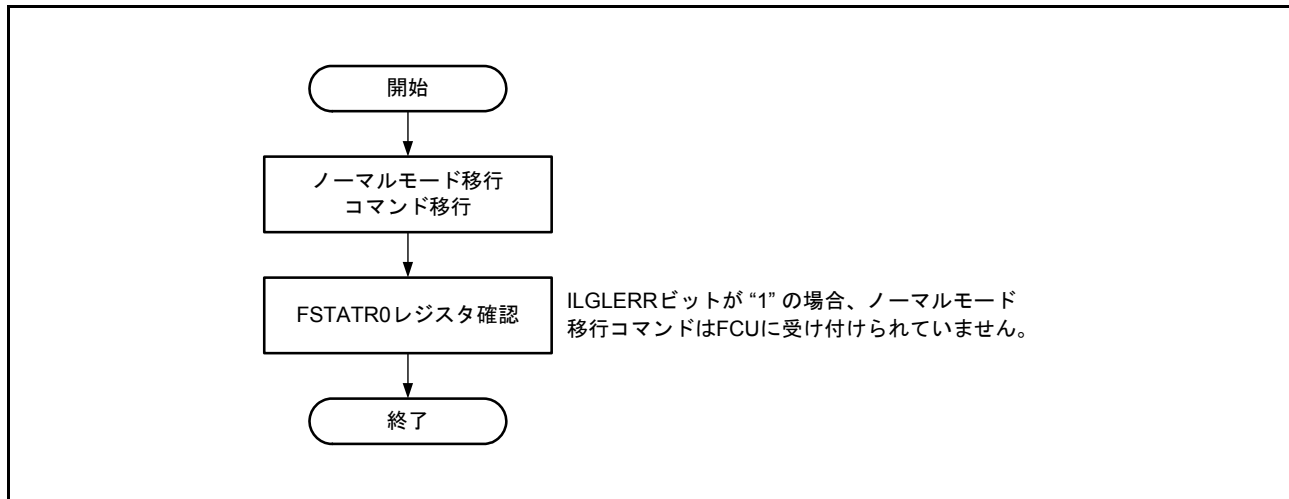

図 24.17 ROM P/E ノーマルモード移行コマンド使用方法
(4) ROM P/E ノーマルモード移行コマンド使用方法
ROM P/E ノーマルモードへの移行方法には、ROM リードモード時に FENTRYR レジスタを設定する方法 (「24.6.3 (1) FCU RAM へのファームウェア転送方法」を参照) と ROM P/E モード時にノーマルモード移行コマンドを発行する方法 (図 24.17) があります。ステータスリードモード移行、ロックビットリードモード移行コマンドの使用方法もノーマルモード移行コマンドの使用方法と同様です。